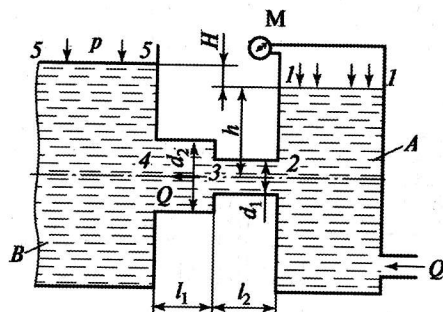

Рис. 5.12
**Задача 5.12.** Два резервуара, содержащие воду (резервуар А закрыт, резервуар В открыт и связан с атмосферой), соединены с помощью трубопроводов с диаметрами  $d_1 = 70$  мм и  $d_2 = 100$  мм и длинами  $l_1 = 3$  м и  $l_2 = 5$  м (рис. 5.12). Разность уровней воды в резервуарах  $H = 5$  м. Предположим, что уровни 1—1 и 5—5 остаются постоянными. Определить расход воды  $Q$ , если  $p_m = 20 \text{ Н/см}^2 = 20 \cdot 10^4 \text{ Н/м}^2$ ;  $\lambda = 0,02$ ;  $\xi_2 = 0,5$ ;  $\xi_3 = \left(1 - \frac{d_1^2}{d_2^2}\right)^2$ ;  $\xi_4 = 1$ .